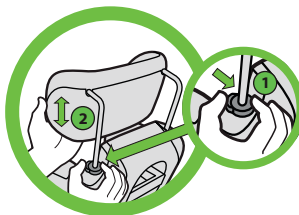

Figure 19
Appuyez sur le bouton du dispositif de réglage de l'appui-tête se trouvant sur le côté droit du siège (lorsqu'on fait face à l'avant du siège) (1) et soulevez ou abaissez l'appui-tête dans la position désirée (2), tel qu'illustré dans la **Figure 19**.